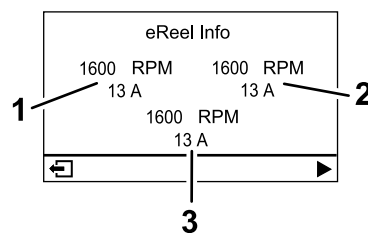

図 22
- **eリールモーター画面** 図 22 各カuttingユニットモーターの回転数と電流を表示します